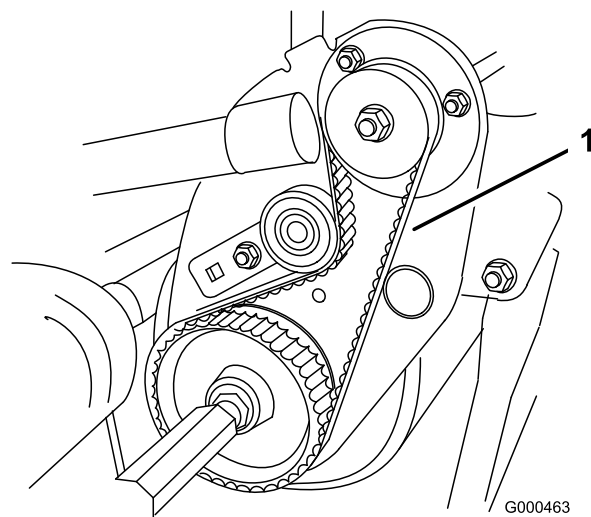

Figura 41
2. Verificate la tensione premendo sulla cinghia (Figura 41) al centro tra le pulegge, applicando una forza di $2 \pm 0,5$ kg. La cinghia deve flettersi di 6 mm. Se la flessione non è esatta, procedete alla voce seguente.